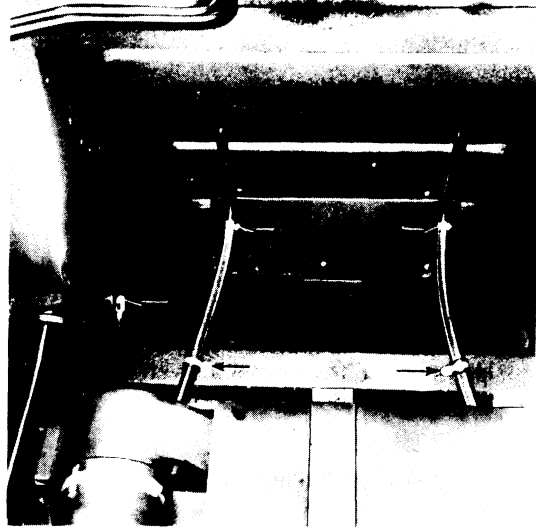

fig. 4
11. Neem de twee kachelslangen los (fig. 4).
12. Neem de bedieningsstang van het gaspedaal los (fig. 4).